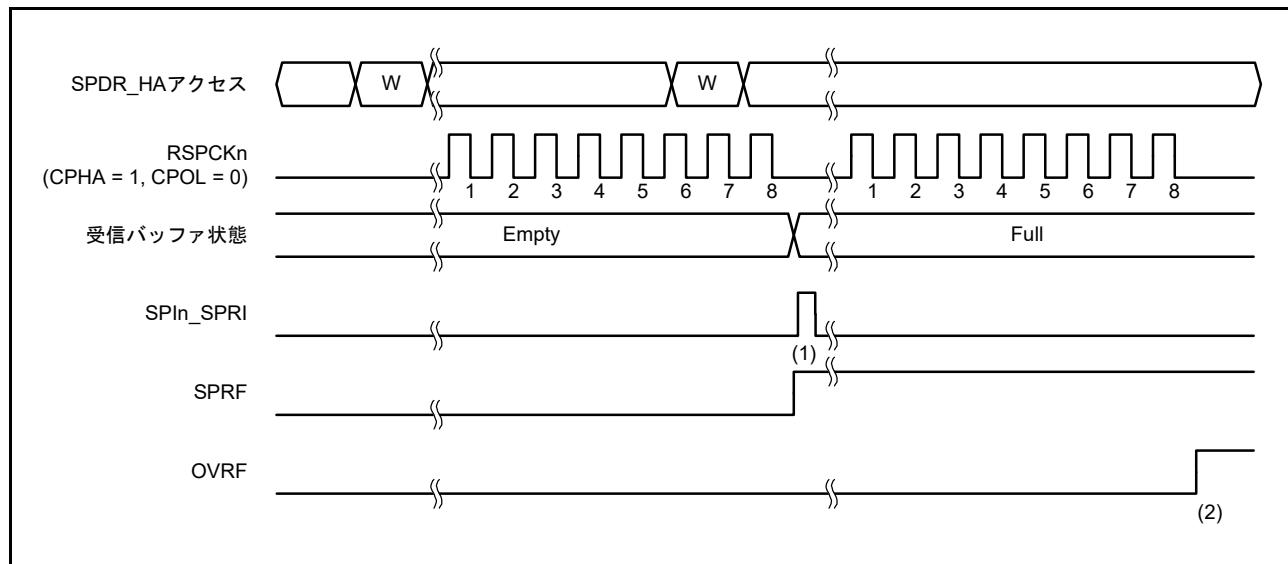
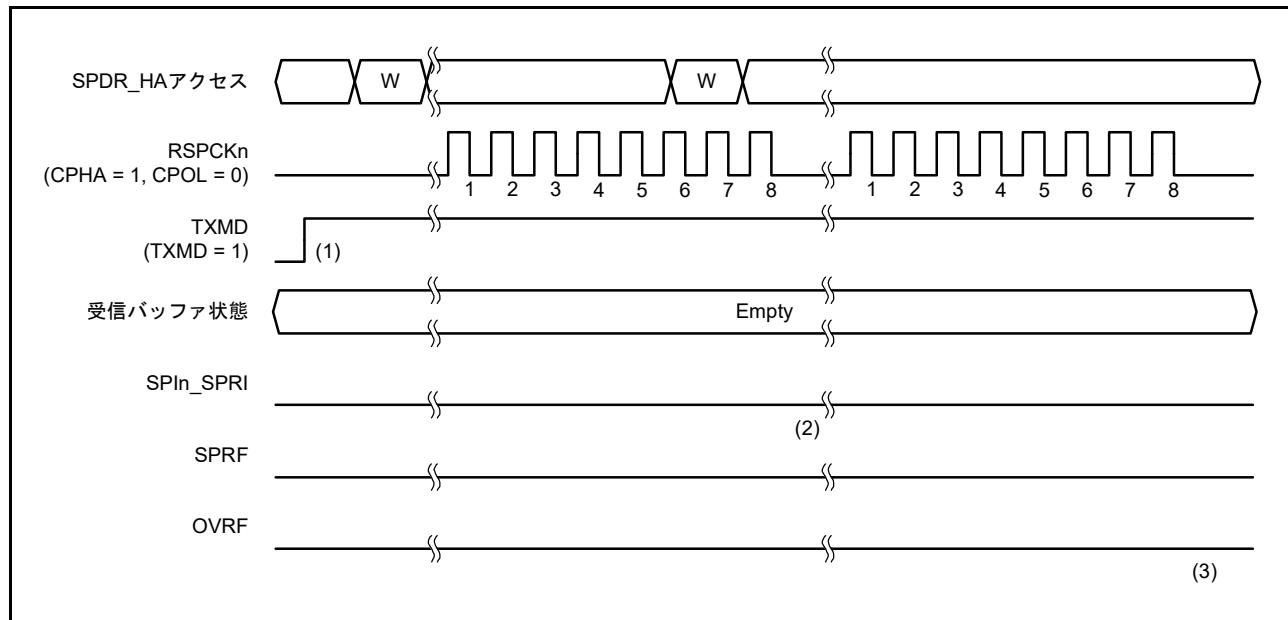

図 31.24 SPCR.TXMD = 0 の動作例
図 31.25 SPCR.TXMD = 1 の動作例
通信動作モード選択ビット (SPCR.TXMD) の設定により、全二重同期式シリアル通信または送信のみの動作が選択できます。図 31.24、図 31.25 に記載のレジスタアクセスは、SPDR/SPDR\_HA レジスタへのアクセス状況を示しています。W は書き込みサイクルを示しています。
図 31.24 に、通信動作モード選択ビット (SPCR.TXMD) を 0 にした場合の動作例を示します。この例では、SPDCR.SPFC[1:0] ビットが 00b、SPCMD0.CPHA ビットが 1、SPCMD0.CPOL ビットが 0 の設定で、SPI が 8 ビットのシリアル転送を実行しています。RSPCKn 波形の下に記載した数字は、RSPCK サイクル数 (= 転送ビット数) を示しています。
以下に、図 31.24 の (1)、(2) に示したタイミングでのフラグ動作を説明します。
- (1) SPDR\_HA レジスタの受信バッファが空の状態でシリアル転送が終了すると、SPI は受信バッファフル割り込み要求 (SPIIn\_SPRI) を発生させ、SPSR.SPRF フラグを 1 にして、シフトレジスタの受信データを受信バッファにコピーします。
- (2) SPDR\_HA レジスタの受信バッファに以前のシリアル転送の受信データがある状態でシリアル転送が終了すると、SPI は SPSR.OVRF フラグを 1 にしてシフトレジスタの受信データを破棄します。
図 31.25 に、通信動作モード選択ビット (SPCR.TXMD) を 1 にした場合の動作例を示します。この例では、SPCMD0.CPHA ビットが 1、SPCMD0.CPOL ビットが 0 の設定で、SPI が 8 ビットのシリアル転送を実行しています。RSPCKn 波形の下に記載した数字は RSPCK サイクル数 (= 転送ビット数) を示しています。
以下に、図 31.25 の (1) ~ (3) に示したタイミングでのフラグの動作内容を説明します。
- (1) 送信のみ動作 (SPCR.TXMD = 1) への遷移は、受信バッファにデータが残っていないこと (SPSR.SPRF = 0)、SPSR.OVRF フラグが 0 であることを確認してから、行ってください。
- (2) SPDR\_HA レジスタの受信バッファが空の状態でシリアル転送が終了すると、送信動作のみモードを選択している場合 (SPCR.TXMD = 1)、SPSR.SPRF フラグは 0 を保持し、SPI はシフトレジスタのデータを受信バッファへコピーしません。
- (3) SPDR\_HA レジスタの受信バッファに以前のシリアル転送の受信データは存在しないため、シリアル転送が終了しても、SPSR.OVRF フラグは 0 を保持し、シフトレジスタのデータを受信バッファへコピーしません。